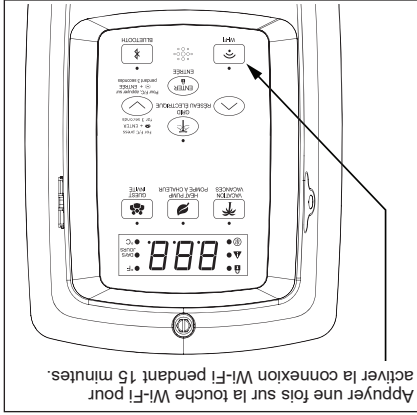

Figure 27 - Commande Wi-Fi.
- 1 Pour activer la connexion Wi-Fi, appuyer une fois sur la touche Wi-Fi. Le voyant clignote par intervalles d'une demi-seconde. Le mode de couplage Wi-Fi est activé (Figure 27).